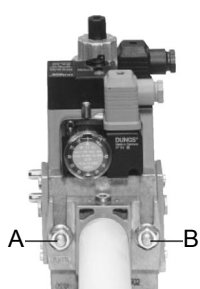
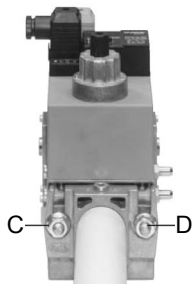
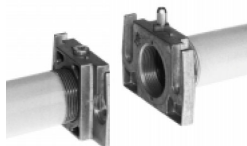

Рис. 2
Рис. 3
Рис. 4
3. Затянуть винты A, B, C и D (Рис. 2 - Рис. 3), соблюдая дистанции монтажа (Рис. 4);
ВНИМАНИЕ: после монтажа газовой рамы согласно схеме на Рис. 2, необходимо провести тестирование на герметичность газового контура, согласно требований действующих нормативов.